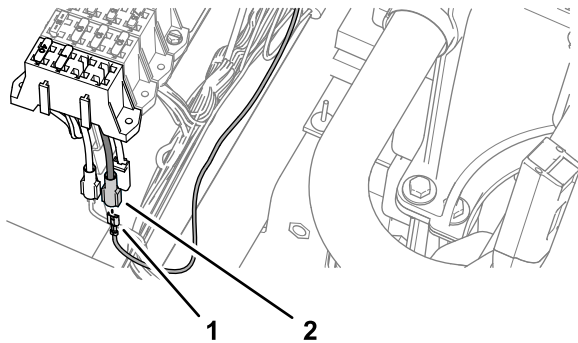

Figure 99
4. Branchez la borne du faisceau de câblage du kit étiquetée SWITCHED PWR dans le connecteur à lame correspondant à l'alimentation des options du porte-fusibles (Figure 99).